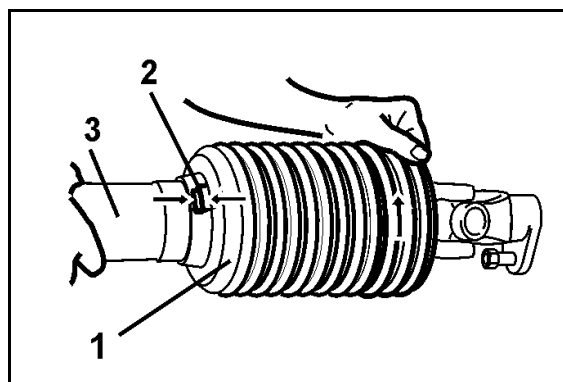

图 53
9. 插接半件护罩 (图 53/1) 。
10. 将锥形防护罩 (图 53/2) 旋到锁止位置。
11. 旋入锁紧螺栓 (图 53/3) 。